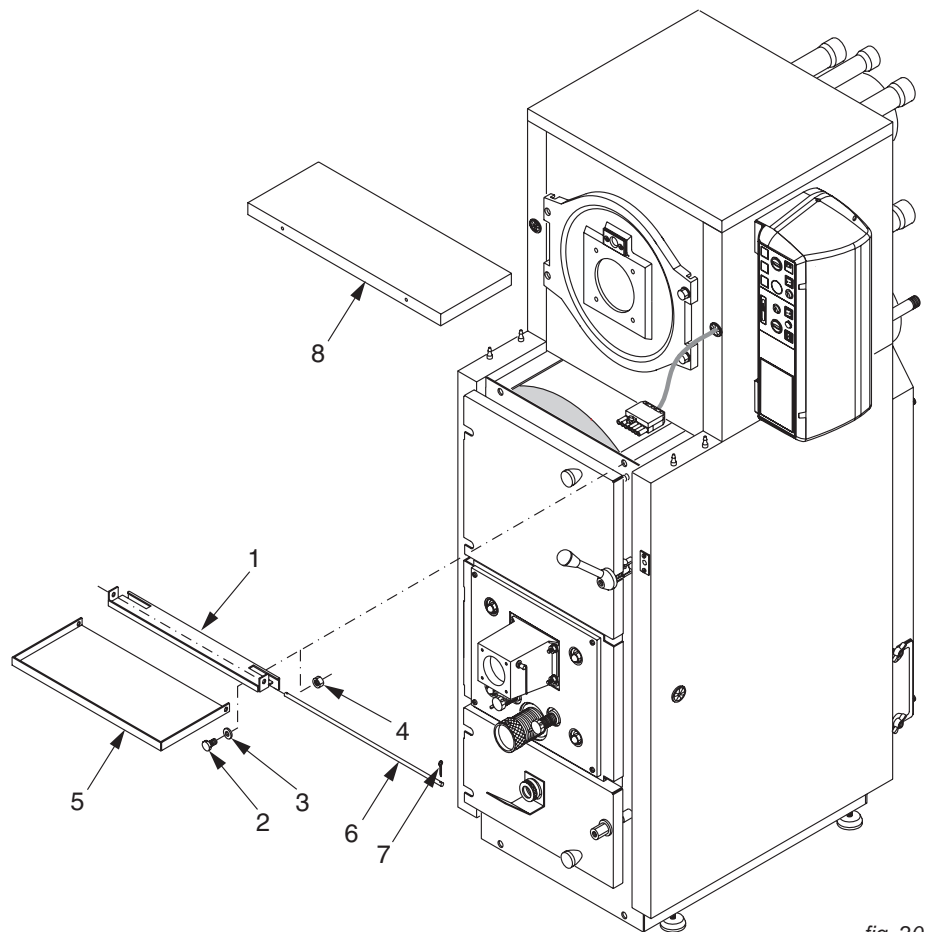

fig. 20
**Réf. fig.20**
- A) Fixer le profilé de support de la plaque de protection du brûleur auxiliaire sur la tôle antérieure supérieure du foyer bois (pos. 1,2,3,4).
- B) Mettre en place la plaque articulée de protection (pos.5) contre la surchauffe du brûleur auxiliaire, puis insérer les deux goupilles de blocage (pos.7) à chaque extrémité de la tige ronde (pos.6).
- C) Monter le petit panneau supérieur antérieur (pos.8) du foyer bois.
Pour un fonctionnement correct des chaudière AIREX 2S BICOMB MODUL installées dans un système de chauffage avec ballon d'accumulation, il est indispensable de mettre en place la sonde de retour (Tr) comme indiqué sur le schéma de la fig.20.